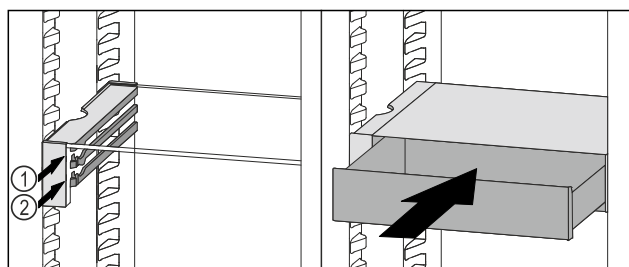

Fig. 95
- Założyć szufladę VarioSafe za stoperami na wybranych żebrach Fig. 95 (1) lub Fig. 95 (2).